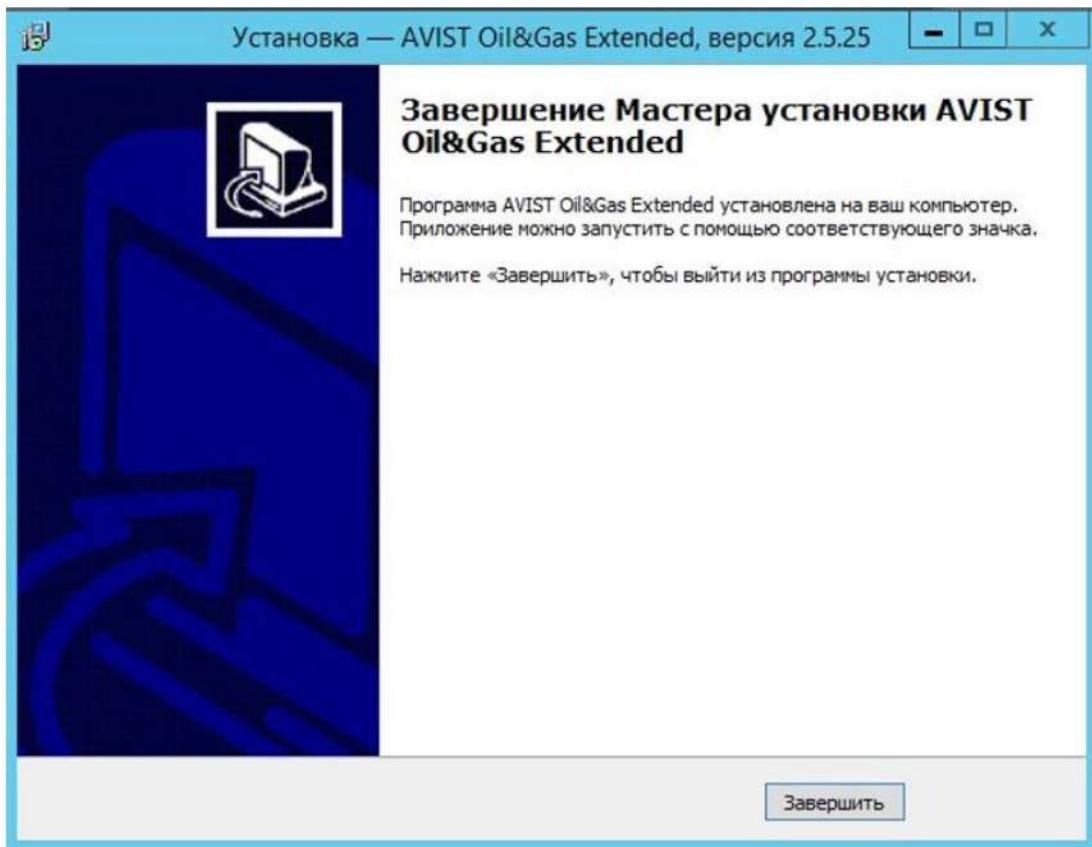

Рисунок 8 - Завершение Мастера установки AVIST Oil&Gas Extended
- 7) Нажать кнопку «Завершить» (Рисунок 8).